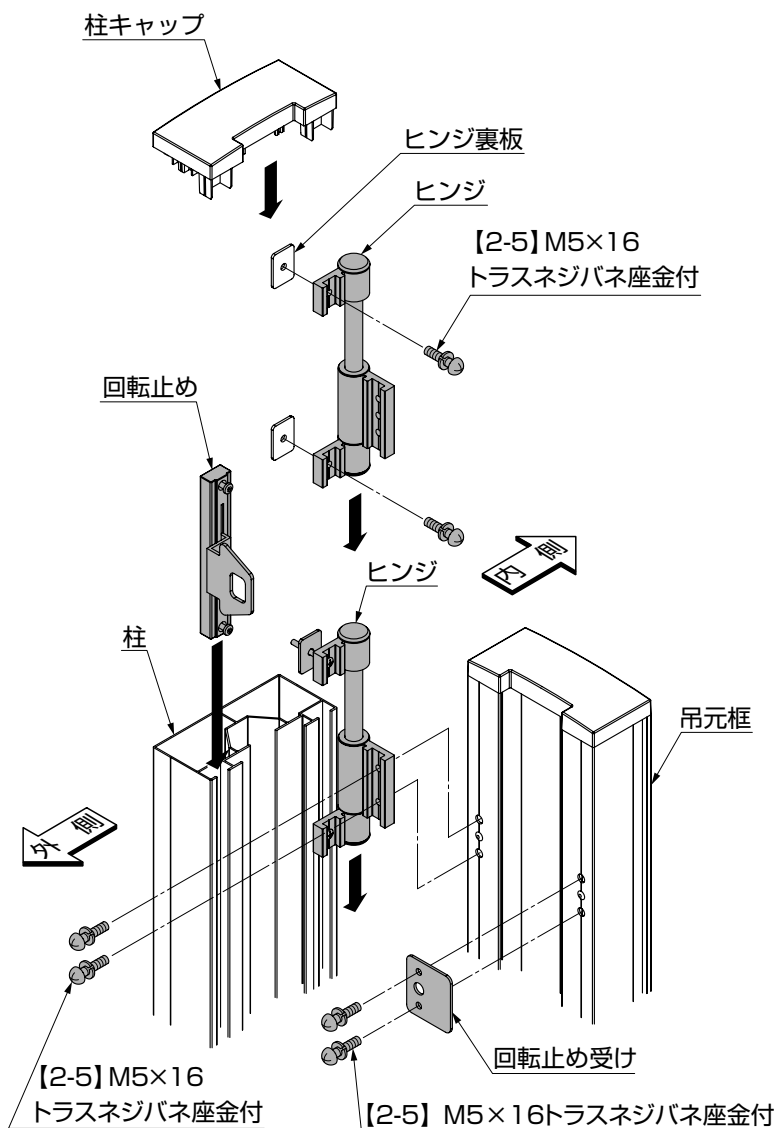

図4-1
- ①柱の内側のスリット部分にヒンジを2個挿入後、ヒンジを吊元框に固定してください。(図4-1参照)
- ②柱の上端と框の上端を合わせて柱に【2-5】で固定してください。(図4-1参照)
- ③回転止め受けを吊元框の外側に取付けてください。(図4-1参照)
- ④回転止めを柱の外側スリットに挿入してください。(図4-1参照)
- ⑥柱キャップを組込んでください。(図4-1参照)